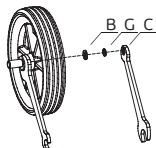

Рис. 4.
- Установить шайбы (2 шт. – В и G) на ось колеса и фиксируя ось ключом (К) стороной S17 (рис. 6) закручиваем гайку (С) вторым ключом (К) стороной S10 как показано на рис. 4.